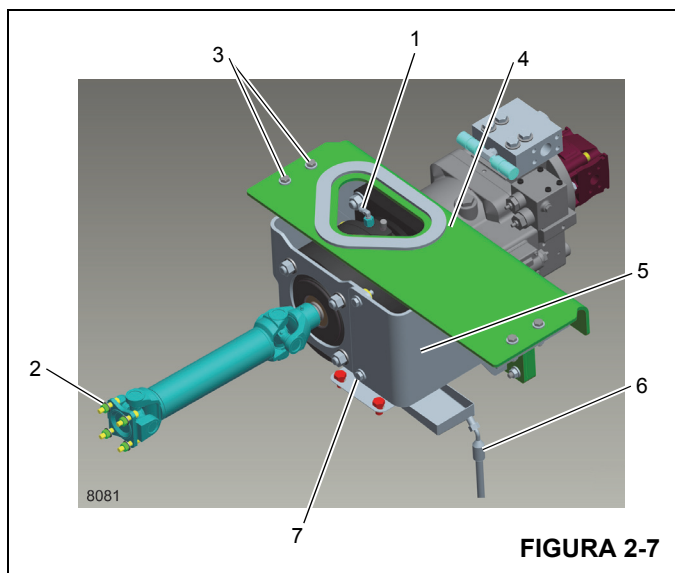

FIGURA 2-7
2. Despressurize o sistema de ar e desconecte a linha de ar da embreagem (1, Figura 2-7) da mesma.
3. Remova os parafusos, as porcas e as arruelas (2) que conectam o sistema de transmissão PTO ao motor. Remova o sistema de transmissão.
7. Remova os quatro parafusos, porcas e arruelas (3, Figura 2-7) fixando o suporte de montagem da embreagem (4) à estrutura.
1. Remova tampa de acesso (5, Figura 2-7).
3. Se for necessário, remova o bujão de enchimento (2) e adicione óleo hidráulico até que este atinja o mesmo nível que a parte inferior dos plugues de inspeção.
4. Reinstale a tampa de acesso (5, Figura 2-7) fixe-a com ferragens (7). Consulte *Elementos de fixação e valores de torque*, página 1-14.
Ao trocar o óleo, coloque o recipiente adequado abaixo da mangueira de dreno (6, Figura 2-7) antes de remover o bujão de dreno (4, Figura 2-12). Remova e limpe o respiro (3) e inspecione e limpe o bujão magnético de dreno (4) para evitar contaminação ou partículas antes de instalá-lo novamente. Para mais informações, consulte *Lubrificação*, página 9-1.